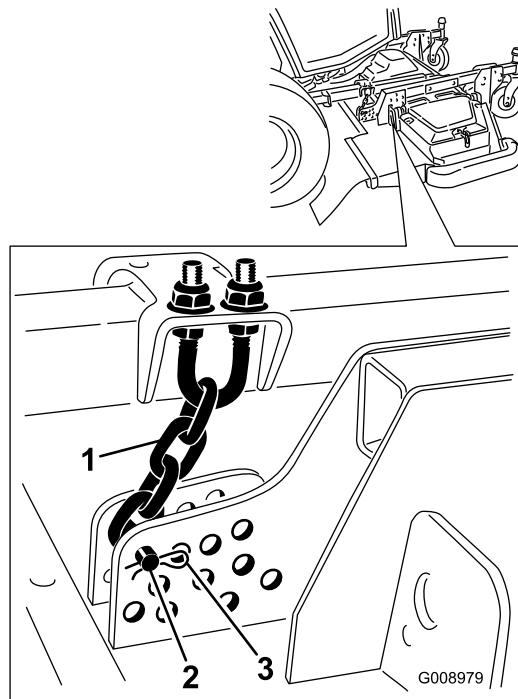

図 24
- 刈高チェーンをカッティングユニット後部に固定しているヘアピンコッターとクレビスピニを取り外す（図 24）。